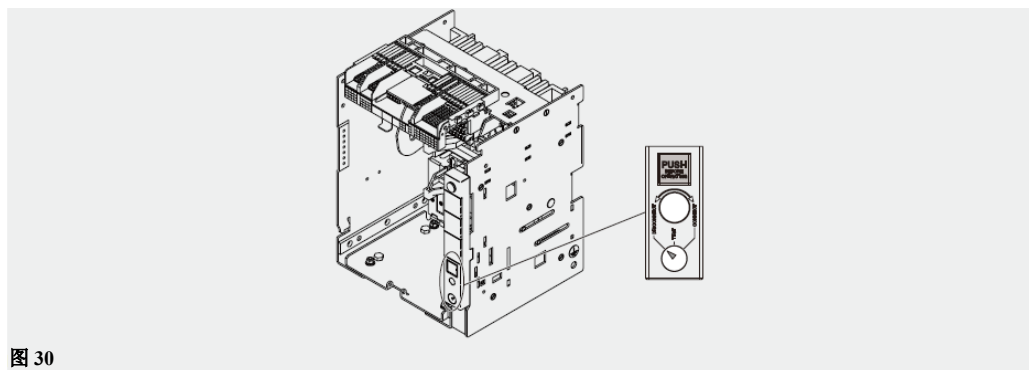

图 30
2. 确保固定部件的位置指示装置指向 **DISCONNECT** 位置。见图 30